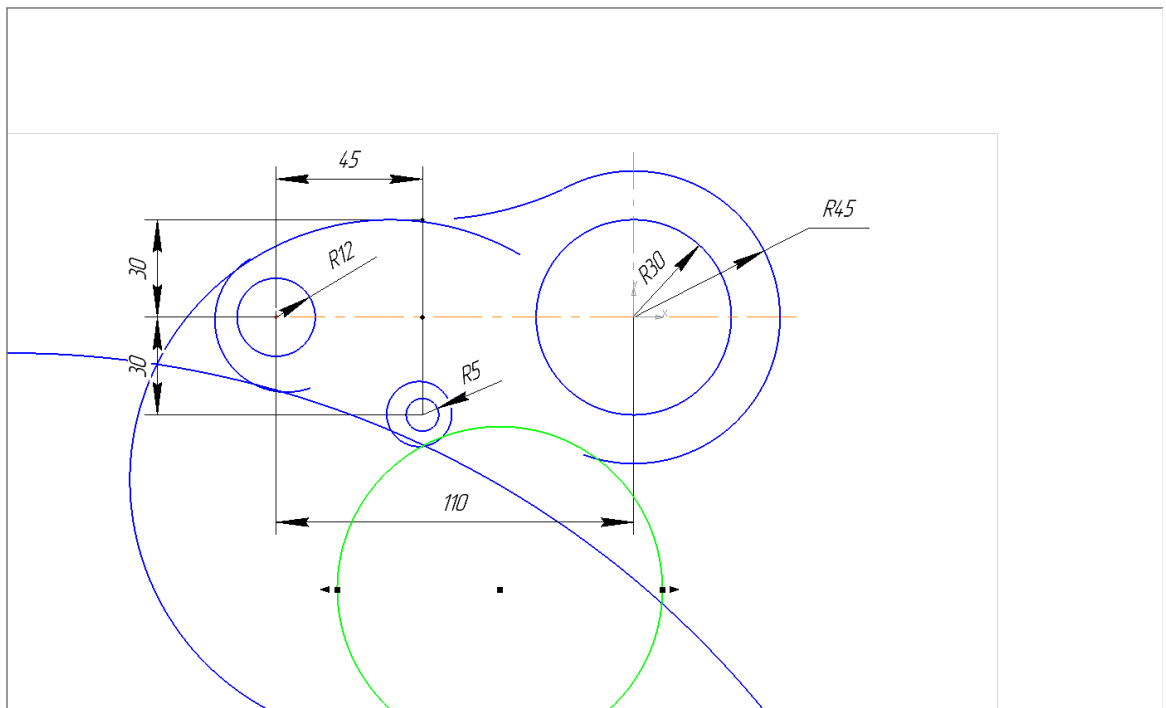

Рис. 4.11
10. Добудовуємо дуги R300, R10 та R50. (рис. 4.11).